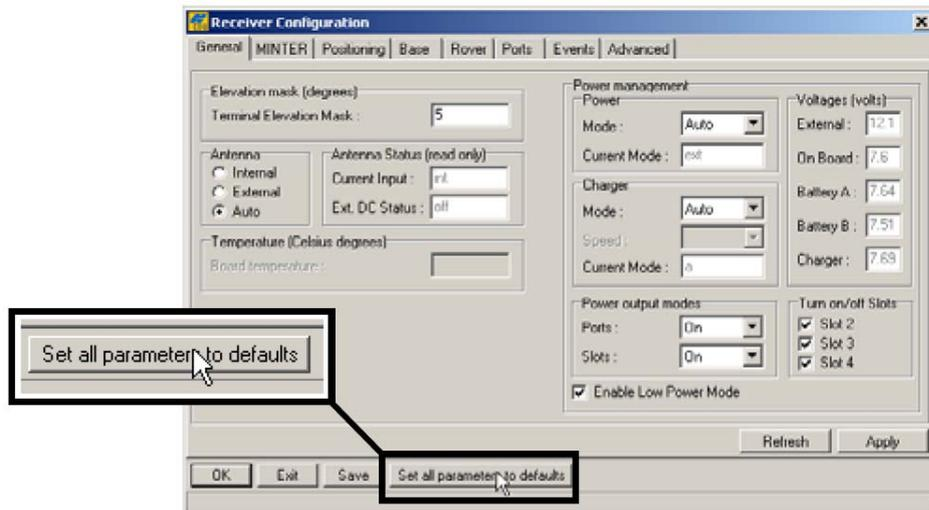

Рисунок 3-2. Принять начальные значения для всех параметров
4. Щелкните на кнопке *Set all parameters to defaults (Принять начальные значения для всех параметров)*, см. рисунок 3-2.